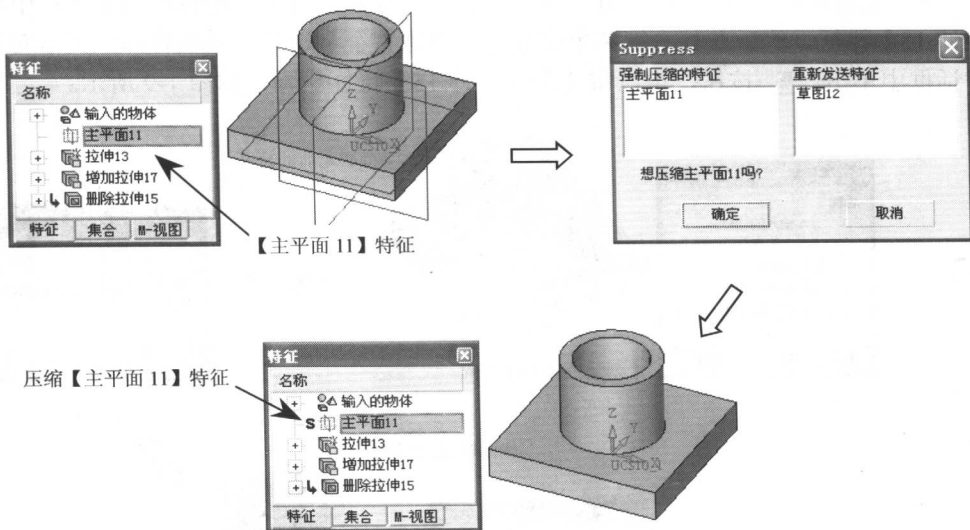

图 1-11 压缩主平面特征
• **【压缩】**: 选择该选项将压缩被选中的对象。**【压缩】**和**【删除特征】**命令是有区别的, 被删除的特征通常是不可恢复的, 而被**【压缩】**的特征却可以通过**【解压】**功能恢复并重新显示。例如, 在特征显示区域中选择**【主平面11】**特征, 然后在其右键菜单中选择**【压缩】**选项, 系统将弹出**【Suppress】**对话框, 在该对话框中单击**确定**按钮, 可以将**【主平面11】**特征压缩, 如图1-11所示。